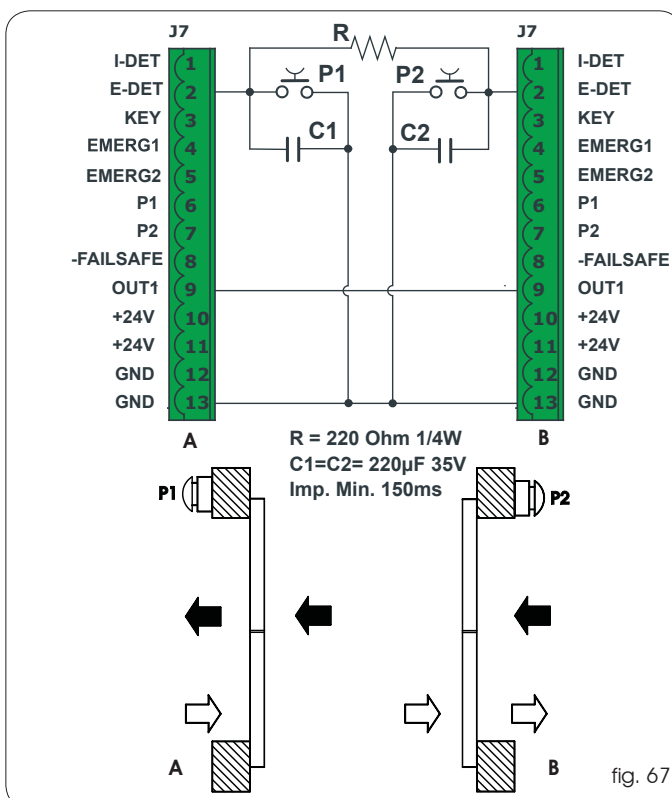

fig. 67
- Eseguire i collegamenti tra le morsettiere J6 delle due schede, dei pulsanti e dei componenti elettronici aggiuntivi come da fig. 67 .